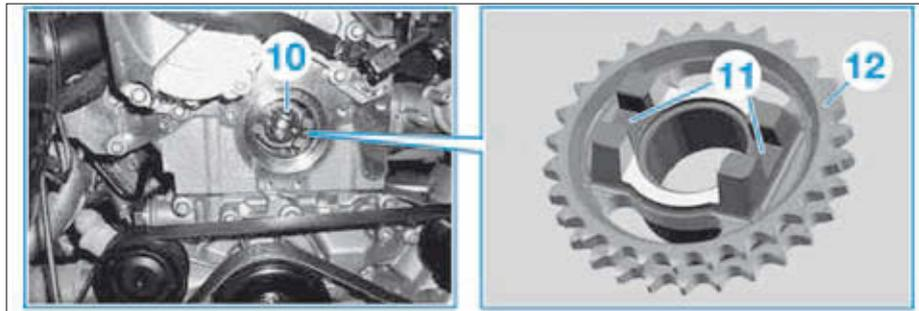

FIG. 36
- Veiller au bon positionnement de l'entraîneur (10) dans la gorge (11) sur le pignon intermédiaire (12) de pompe haute pression. En cas d'usure de l'entraîneur (10), remplacer également le pignon intermédiaire (12) (Fig.36).